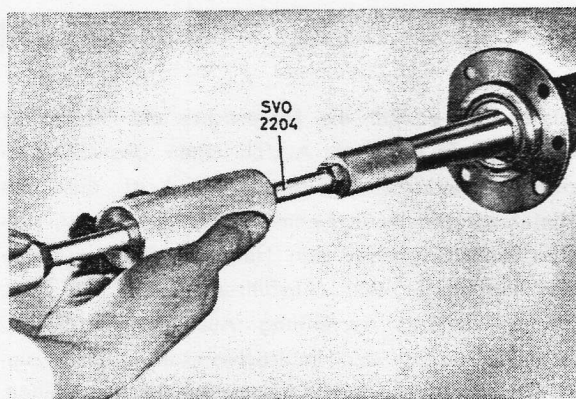

Bild 5-2. Achswelle herausziehen
2. Achswelle herausziehen, siehe Bild 5-2. Ausziehvorrichtung SVO 2204 verwenden. (Für Achsen der Ausführung I kann auch Vorrichtung SVO 1804 verwendet werden).
6. Achswellen (11) mit Abziehvorrichtung SVO 2204 (Abziehvorrichtung SVO 1804 kann ebenfalls verwendet werden) abziehen und ganz herausnehmen, siehe Bild 5-2.